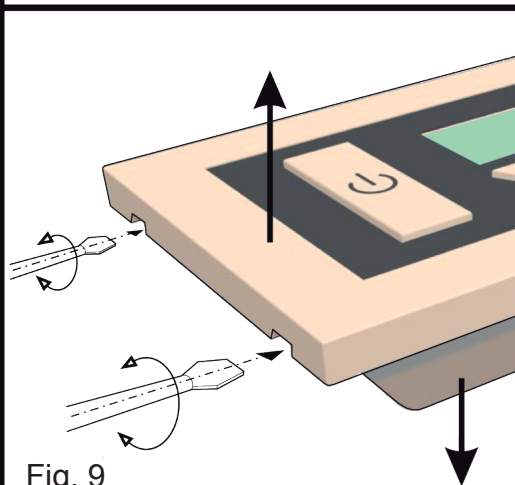

Fig. 9
3- Séparer le fond du boîtier de commande (C) de la façade (E) à l'aide d'un tournevis (Fig. 9).
- 1- Séparer le fond du boîtier de commande (C) de la façade (E) à l'aide d'un tournevis (Fig.9).
- Faire passer les fils d'alimentation par l'ouverture prévue à cet effet sur le fond du boîtier (fig.9), puis visser le fond avec les 2 vis (D) sur le boîtier d'encastrement.